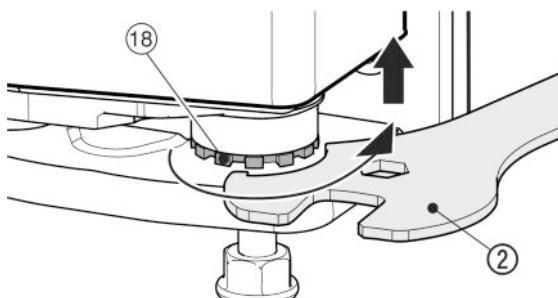

Fig. 18
- K nadzdvihnutí dvířek vyšroubujte ložiskový čep Fig. 18 (18) půloženým rozvidleným klíčem Fig. 18 (2) směrem doprava. V dodaném stavu je ložiskový čep zcela zašroubovaný.